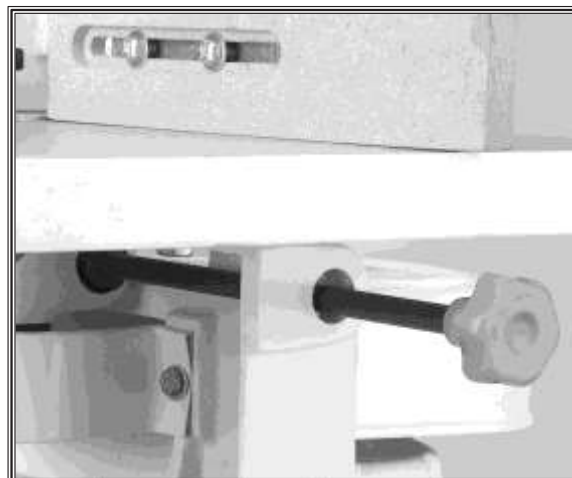

Figura 15. Perilla de ajuste del eje.
1. Afloje la perilla de seguridad de la flecha situada a un lado del trompo como se muestra en la **Figura 15**